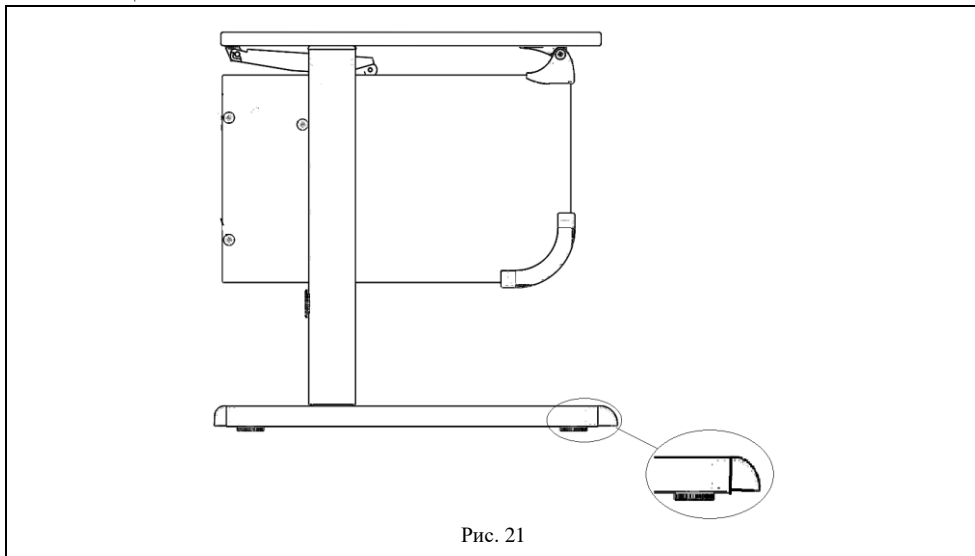

Рис. 21
6.1. Стол следует устанавливать на ровную горизонтальную поверхность, обеспечивающую опоры всех ножек, при необходимости отрегулировать стол ножками (см. рис. 21) до горизонтального положения столешницы.